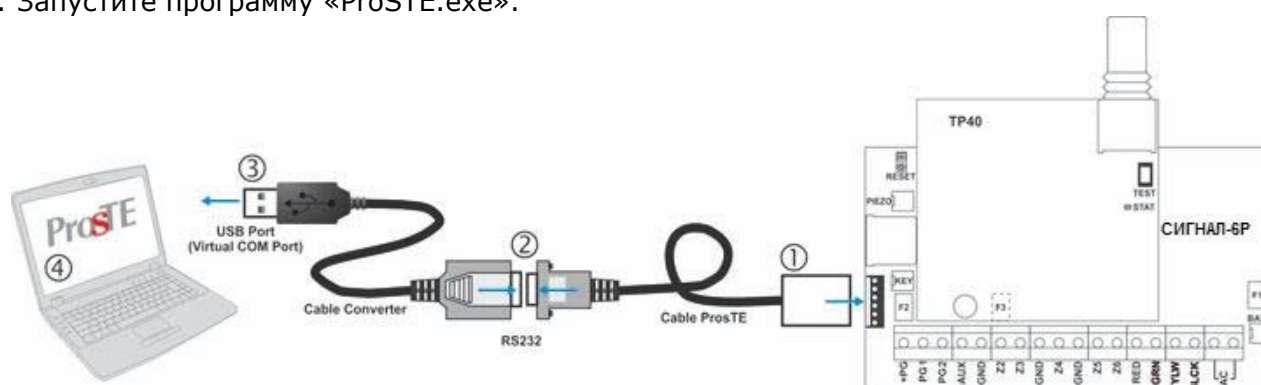

Рис. 1. Подключение «Cable ProSTE» к прибору «Сигнал-6Р»
1. Подключите «Cable ProSTE» к разъёму на плате прибора – рис. 1 (используйте коннектор DIN 6-pin при использовании кабеля PS2–RS-232 – рис. 2). Прибор должен находиться в нормальном рабочем режиме.